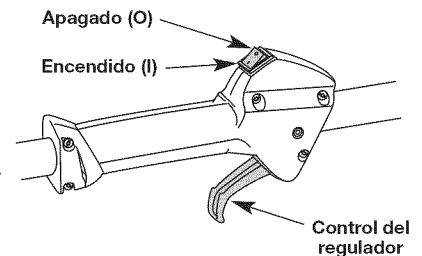

Fig. 13
NOTA: No hay necesidad de girar la unidad. Encendido/parada el control (Fig. 13) está en la posición de trabajo siempre (I).
2. Coloque el control de encendido y apagado en posición de APAGADO (O) (Fig. 13).
NOTA: No hay necesidad de girar la unidad. Encendido/de parada el control (Fig. 13) está en la posición de trabajo siempre (I).